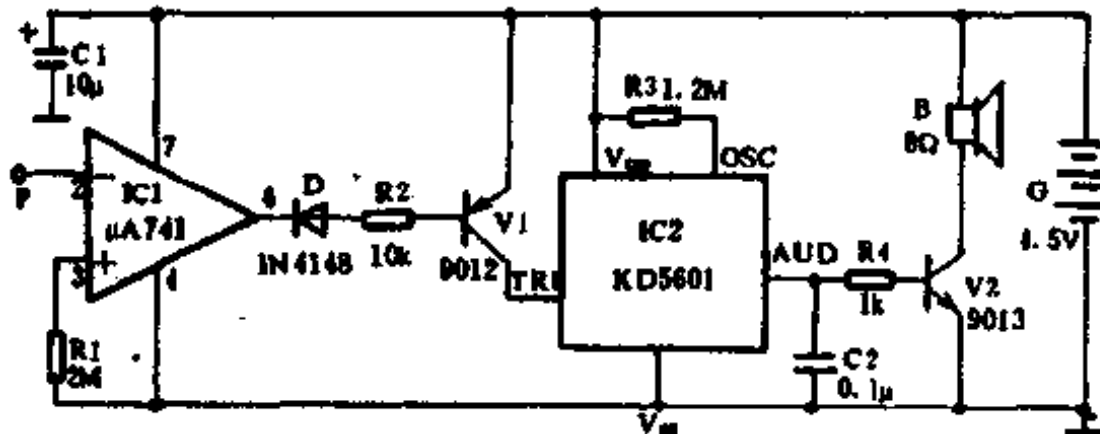

图 1-199
电路如图 1-199 所示。IC1 为高增益运放  $\mu\text{A}741$ , ③脚电位接近电源 G, D 反偏, V1 截